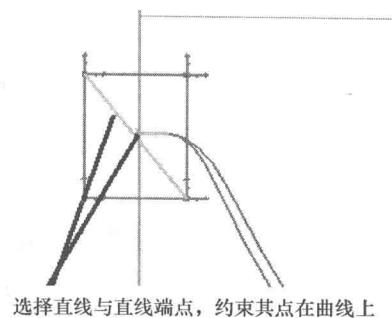
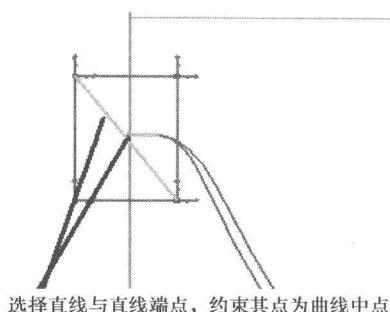
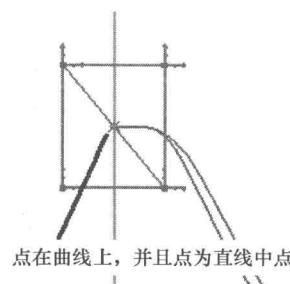

图 1-41
图 1-42
图 1-43
- (3) 加上约束。在【草图约束】工具条中选择 (约束)图标，在草图中选择直线与直线端点，如图 1-41 所示。此时，草图左上角出现浮动工具按钮，在其中选择 (点在曲线上)图标，然后选择直线与直线端点，如图 1-42 所示。此时，草图左上角出现浮动工具按钮，在其中选择 (中点)图标，约束的结果如图 1-43 所示。在【草图约束】工具条中选择 (显示所有约束)图标，使图形中的约束显示出来。